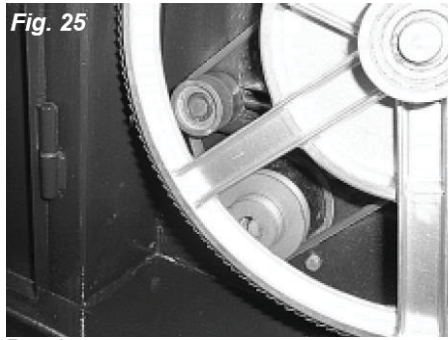

Рис.25
- Для високої швидкості ремінь потрібно встановити на обидва шкві: шків осі двигуна та шків проміжної осі. Як зазначено на Рис. 25.